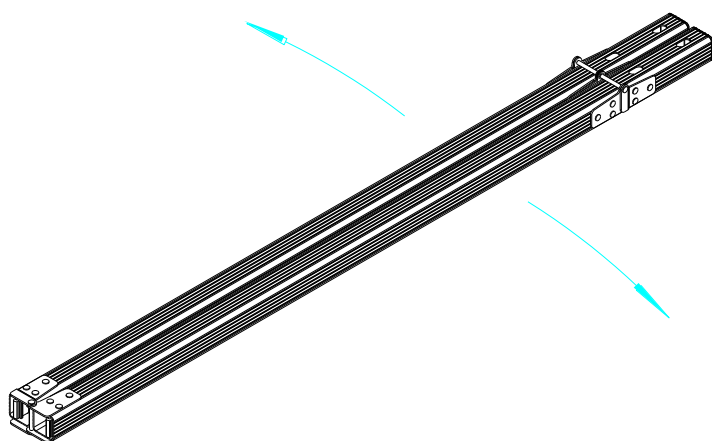

図 10
1. AT レッグをケースから取り出し、図 10 のように広げてください。